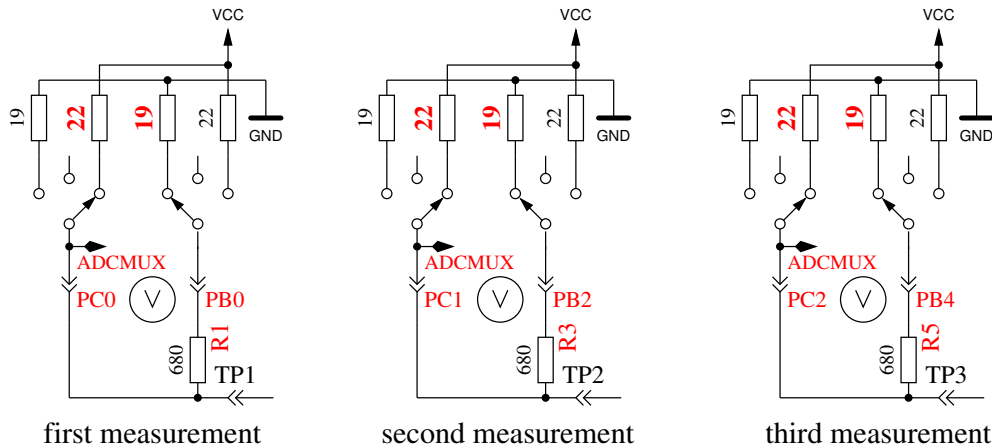

Abbildung 5.40: Messung des Innenwiderstandes des auf VCC geschalteten Port C Ausgängen.
8. **Messung des Innenwiderstandes von auf VCC geschalteten Port Ausgängen.** Der benötigte Strom wird von auf GND geschalteten 680Ω Widerständen geliefert. Es ist die gleiche Messung wie die in Test 7 zur anderen Seite, wie in Abbildung 5.40 gezeigt wird. Der Innenwiderstand wird wie folgt berechnet: $(5001 - (ErgebnisvonTest7) - (ErgebnisvonTest8))/680$. Die Widerstandswerte ergeben sich, wenn die gemessene Spannung durch diesen Strom dividiert wird. Der gefundene Mittelwert der Innenwiderstände der Ausgabe-Ports wird im EEprom festgehalten. Das Ergebnis für diesen Test wird dann in Zeile 1 mit dem Text „RI_Hi=“ in Ω angezeigt, der Innenwiderstand zur GND Seite wird in Zeile 2 mit dem Text „RI_Lo=“ angezeigt. Diese Werte stehen dann für weitere Messungen zur Verfügung.